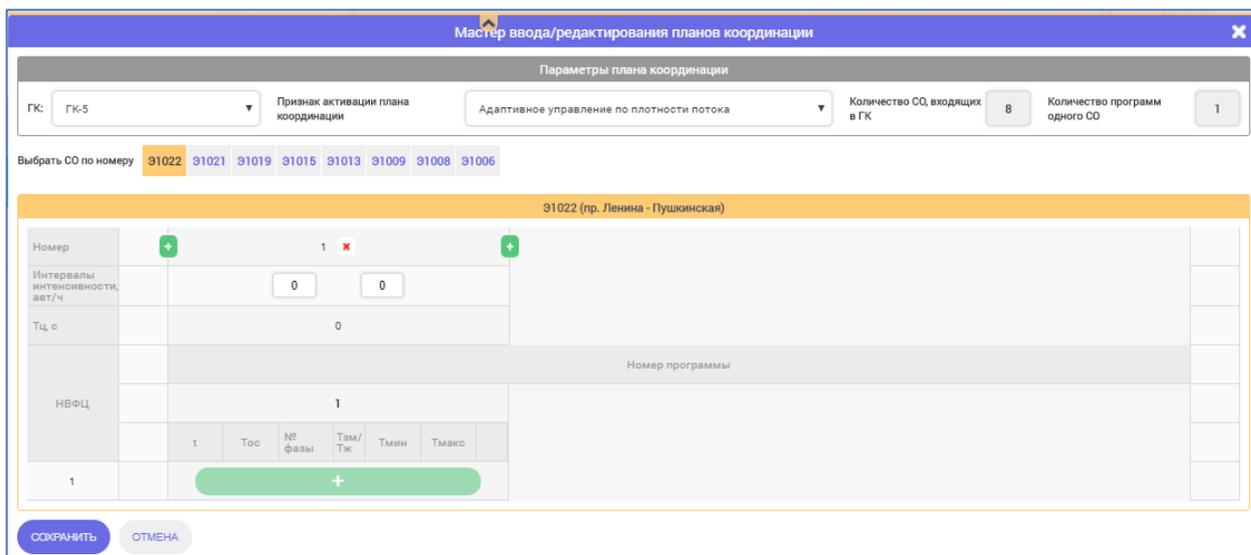

Рисунок 115 Адаптивное управление по интенсивности потока
- Адаптивное управление по интенсивности потока (Рисунок 115).